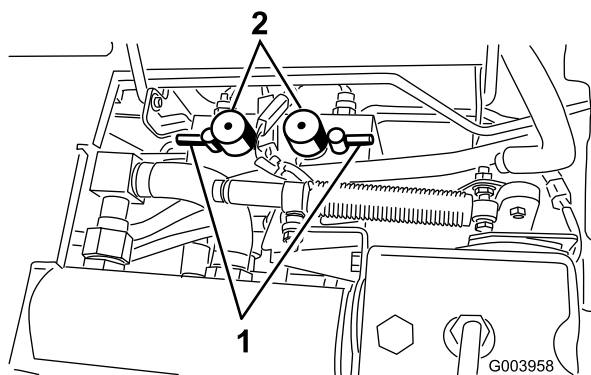

Figura 83
5. Coloque ambos os controlos da velocidade do cilindro na posição 1 (Figura 83).
6. Selecciona as alavancas de rectificação dianteiras, traseiras ou ambas para determinar quais as unidades a rectificar (Figura 83).